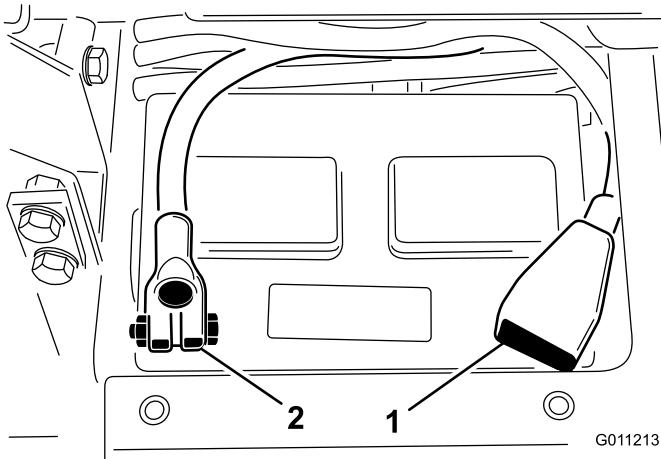

Figura 5
- Collegate il cavo positivo (rosso) al terminale positivo (+) e il cavo negativo (nero) al terminale negativo (-) della batteria e fissateli con i bulloni e i dadi (Figura 5). Verificate che il morsetto positivo (+) sia completamente sul polo, e che il cavo sia posizionato in modo aderente alla batteria. Il cavo non deve toccare il coperchio della batteria.